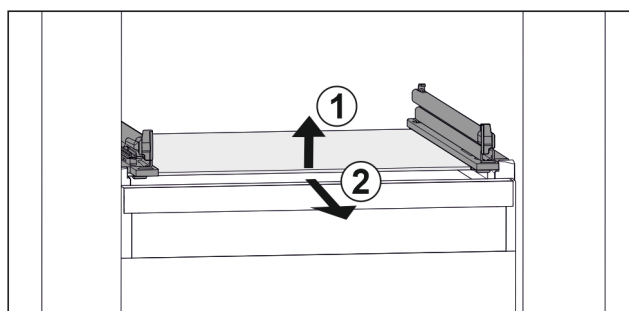

Fig. 129 Príklad zobrazenia sklenenej dosky
- ▶ Nadvihnite sklenenú dosku vpredu. Fig. 129 (1)
- ▶ Odoberte sklenenú dosku dopredu. Fig. 129 (2)